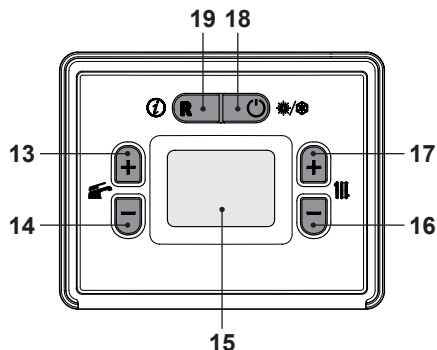

Figura 2.5
- Premere il tasto 18 fino a far apparire sul display il simbolo  Figura 2.5.
La temperatura dell'acqua calda di mandata riscaldamento è regolabile agendo sui tasti 16 (diminuzione) e 17 (aumento) (Figura 2.5) da un minimo di circa 28°C ad un massimo di circa 55°C o da un minimo di circa 50°C ad un massimo 80°C (vedere "Selezione del set temperatura riscaldamento" a pag. 47). Alla prima pressione di uno dei due tasti si ha la visualizzazione del valore di "set", alla seconda pressione si accede alla modifica.
Comunque se la temperatura ambiente non dovesse essere confortevole si può aumentare o diminuire la temperatura di mandata dell'impianto riscaldamento di $\pm 15^{\circ}\text{C}$ agendo sui tasti 16 (diminuzione) e 17 (aumento) (Figura 2.5).
La temperatura dell'acqua calda sanitaria è regolabile agendo sui tasti 13 (aumento) e 14 (diminuzione) (Figura 2.5) da un minimo di circa 35°C ad un massimo di circa 60°C . Alla prima pressione di uno dei due tasti si ha la visualizzazione del valore di "set", alla seconda pressione si accede alla modifica.